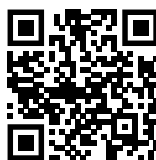

Fig. 127
► Otvorte Liebherr SmartMonitoring Dashboard. (pozri Fig. 127)